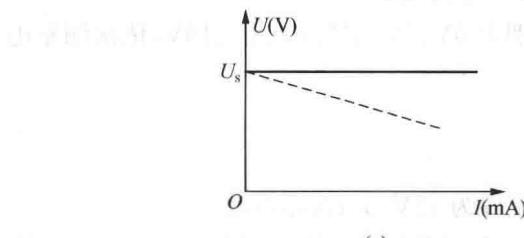

图 1-2 电压源和电流源伏安特性曲线
(3) 理想的直流电压源输出固定幅值的电压, 输出电流大小取决于它所连接的外电路。因此它的伏安特性曲线是平行于电流轴的直线, 如图 1-2(a)中实线所示。实际电压源可以用一个理想电压源 U_s 和内电阻 R_o 相串联的电路模型来表示。实际电压源的端电压 U 和电流 I 的关系式为: $U=U_s - R_o \times I$ 。实际电压源的伏安特性曲线如图 1-2(a)中虚线所示。
(4) 理想的直流电流源输出固定幅值的电流, 其端电压的大小取决于外电路, 它的伏安特性曲线是平行于电压轴的直线, 如图 1-2(b)中实线所示。实际电流源可以用一个理想电流源 I_s 和 R_i 相并联的电路模型来表示。实际电流源的输出电流 I 和电压 U 的关系式为: $I = I_s - U/R_i$ 。实际电流源的伏安特性曲线如图 1-2(b)中虚线所示。